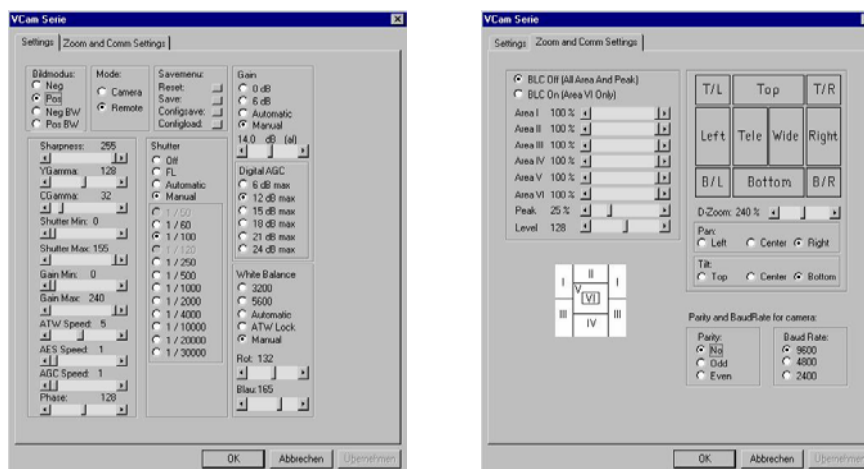

Bild 2: Steuerungssoftware VCAM-Control (SO-221)
- **Steuerkabel:** PHYTEC WK032. Das Steuerkabel ermöglicht die Steuerung der Kameraparameter (Belichtungszeit, Verstärkung, Zoom etc.) über einen PC. Die Kamera wird über das Kabel an eine serielle RS-232 (COM) Schnittstelle des PC angeschlossen (optional an einen USB-Anschluss, dann zusätzlich PHYTEC ZUB-007 verwenden). Mit einem mitgelieferten Windows-Programm können die Parameter komfortabel eingestellt werden (*siehe Bild 2*). Eine DLL ermöglicht es zusätzlich, eigene Kamerasteuerprogramme zu schreiben bzw. die Steuerung in eigene Software zu integrieren.